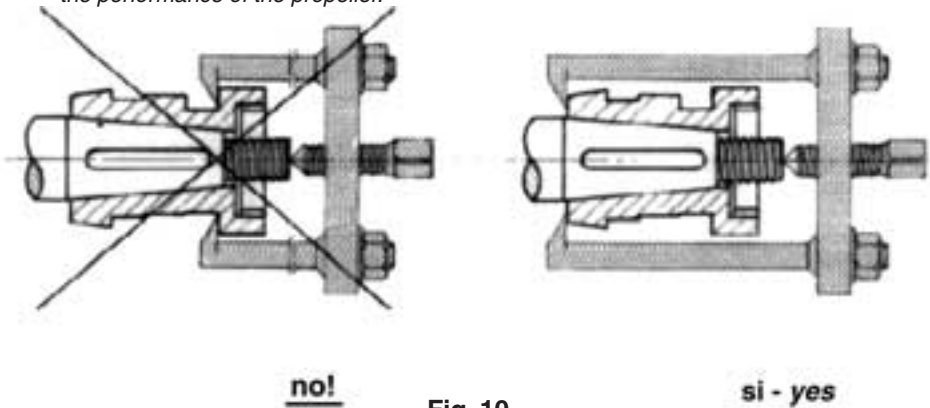

Fig. 10
6) SMONTAGGIO DELL'ELICA - PROPELLER REMOVAL: Dopo aver tolto il corpo centrale e svitato il dado [4] si deve sfilare il mozzo [1] esercitando la spinta esclusivamente sull'estremità esterna al corpo (Fig. 10). E' assolutamente indispensabile non spingere con l'estrattore né tantomeno colpire in alcun modo le superfici del mozzo interne al corpo, in quanto queste sono lavorate con elevata precisione, ed una loro deformazione comprometterebbe il funzionamento dell'elica.
In order to remove the propeller you must first remove the spinner [7] and nut [4]. Be sure only to pull from outside the hub (Fig 10). If the surfaces on the hub are hit or dinged it can effect the performance of the propeller.